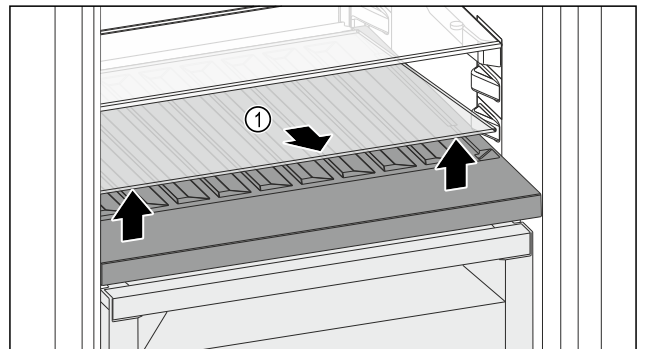

Fig. 91
- ▶ 抬起前部槽上的玻璃隔板 Fig. 91 (1) 并取出。
- ▶ 将玻璃隔板 Fig. 91 (1) 稳妥地放在冰箱外。